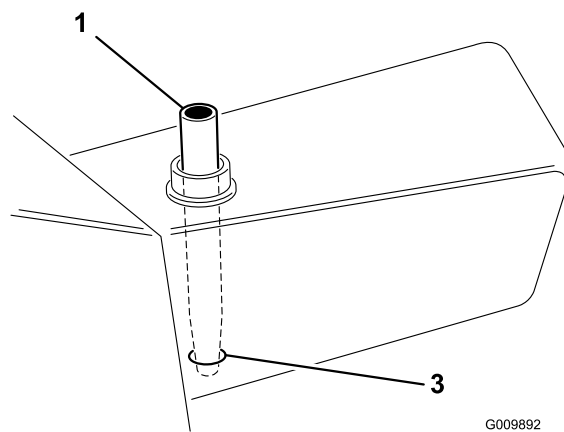

Bild 60
2. Wenn Sie nur den Filter wechseln, nehmen Sie den Behälterdeckel ab und setzen Sie die Behälterschraube (Bild 60) ein, um die Öffnung zu schließen. Damit bleibt das meiste Öl im Behälter, wenn Sie den Filter abnehmen.